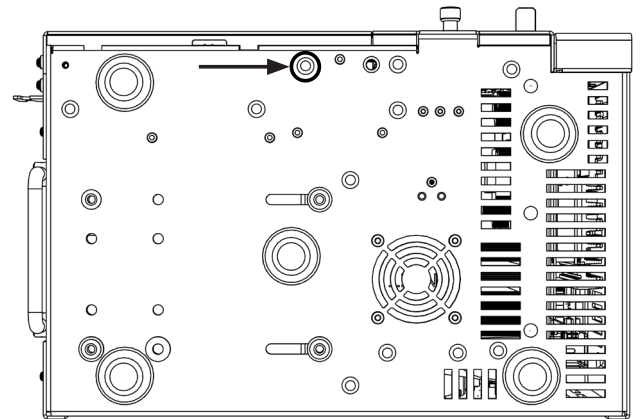

Fig. 2-2, Lugar de montaje del tornillo de seguridad
1. Ubique el lugar de montaje del tornillo de seguridad en la fuente de poder XM3.1-HP (consulte la Fig. 2-2).